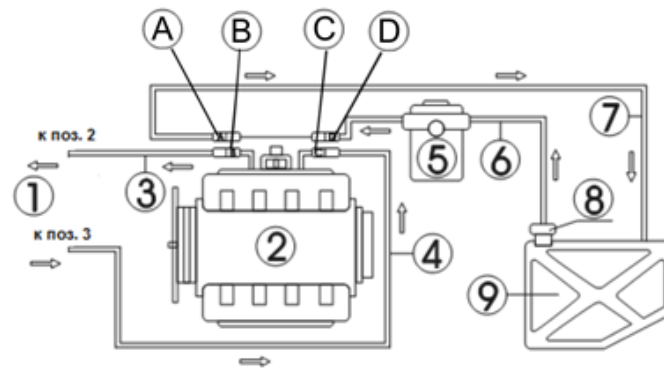

Рис. 5.17
- 1) Отсоедините соединения шлангов подачи топлива (С, D) и шлангов возврата топлива (А, В) топливной системы двигателя (при отключении соединителя оберните его куском ткани). Подберите подходящие соединители и подсоедините их к концам шлангов В и С, а затем подсоедините другие концы к соответствующим концам сливного и подающего шлангов стенда. См. рис. 5.17.